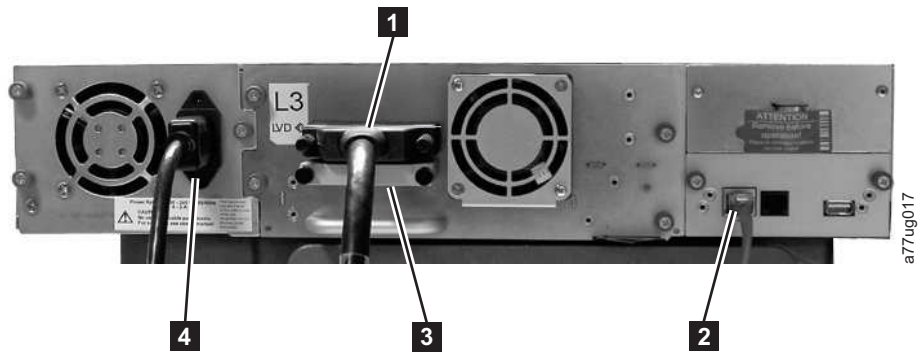
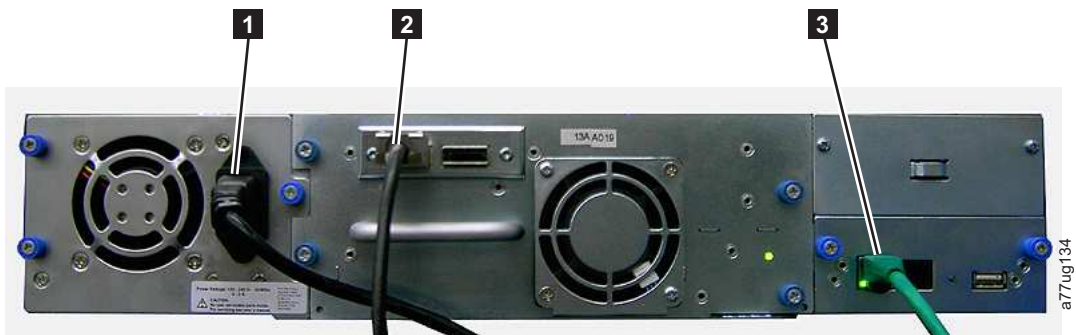

Abbildung 37. SCSI-Hostschnittstellenkabel an ein 2U-Kassettenarchiv anschließen
Abbildung 39. SAS-Schnittstellenkabel an ein 2U-Kassettenarchiv anschließen
2. Schließen Sie bei einem SCSI-Kassettenarchiv ein Ende des Hostschnittstellenkabels an einen der Anschlüsse an der Rückseite des Kassettenarchivs an (siehe **1** in Abb. 37 auf Seite 55). Schließen Sie bei einem Fibre-Channel-Kassettenarchiv ein Ende des Hostschnittstellenkabels an den Anschluss auf der Rückseite des Kassettenarchivs an (siehe **4** in Abb. 38 auf Seite 55). Schließen Sie bei einem über SAS (Serial Attached SCSI) angeschlossenen Kassettenarchiv das Hostende des SAS-Kabels an den SAS HBA an (siehe **2** in Abb. 39 auf Seite 55). Laufwerke mit Standardhöhe haben zwei SAS-Anschlüsse. Halbhohe Laufwerke haben nur einen SAS-Anschluss. Unbenutzte SAS-Anschlüsse müssen
- Schließen Sie bei einem SCSI-Kassettenarchiv das Hostschnittstellenkabel an den Anschluss am SCSI-Hostbusadapter oder an den Anschluss an der vorherigen Einheit an dem SCSI-Bus an. Schließen Sie den Abschluss-Stecker ( **3** in Abb. 37) an den anderen SCSI-Anschluss an der Rückseite
4. Schließen Sie das Netzwerk-Ethernet-Kabel ( **2** in Abb. 37 auf Seite 55, **5** in Abb. 38 auf Seite 55 oder **3** in Abb. 39 auf Seite 55) an den Ethernet-Anschluss auf der Rückseite des Kassettenarchivs an. Wird das Ethernet-Kabel direkt an einen Server oder einen Laptop angeschlossen, wird möglicherweise ein gekreuztes Ethernet-Kabel benötigt.